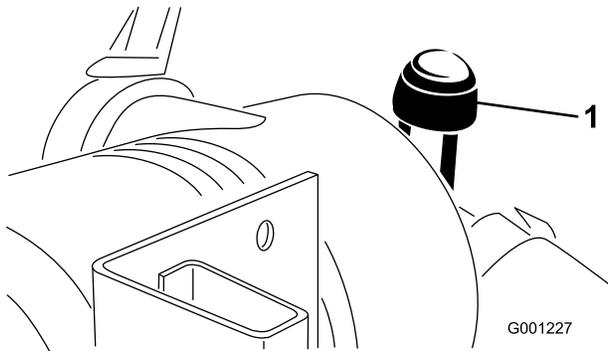

Figura 46
- Revise el filtro del limpiador de aire cuando el indicador del limpiador de aire se vea rojo (Figura 46) o cada 400 horas (más frecuentemente en condiciones extremas de polvo o suciedad). No limpie con demasiada frecuencia el filtro de aire.
- Reinicie el indicador (Figura 46) si se ve rojo.